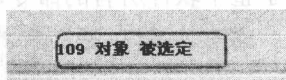

图 1-22 主界面中的状态栏
6) 状态栏。主要用来显示系统及图元的状态, 如图 1-22 所示。